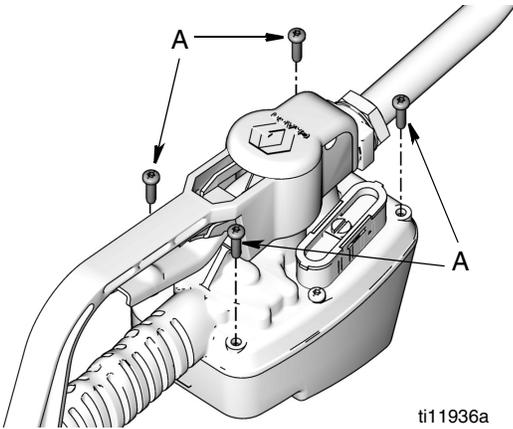

图 30
2. 使用 Torx ( T20 ) 扳手卸下位于流量计底部 ( 图 30 ) 的 4 个角螺钉 ( A )。妥善保管这些螺钉，以备重新装配。